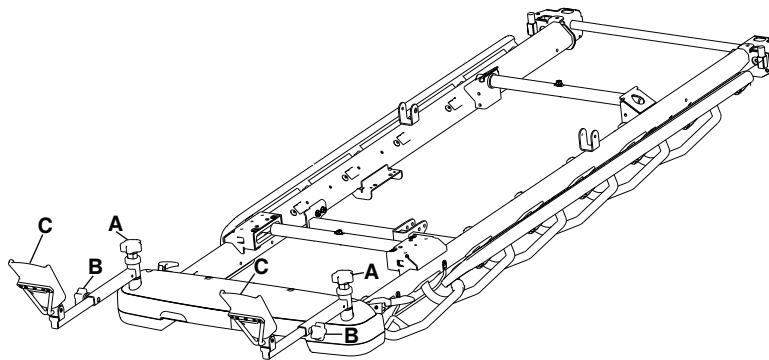

Figura 21 – Posicionamento dos apoios para os pés
1. Desaperte o botão de ajuste da largura (ao nível dos joelhos) (A) no topo dos apoios para os pés para ajustar o ângulo lado-a-lado dos apoios para os pés (Figura 21).
2. Aperte o botão de ajuste da largura (ao nível dos joelhos) (A) para bloquear os apoios para os pés na posição desejada.